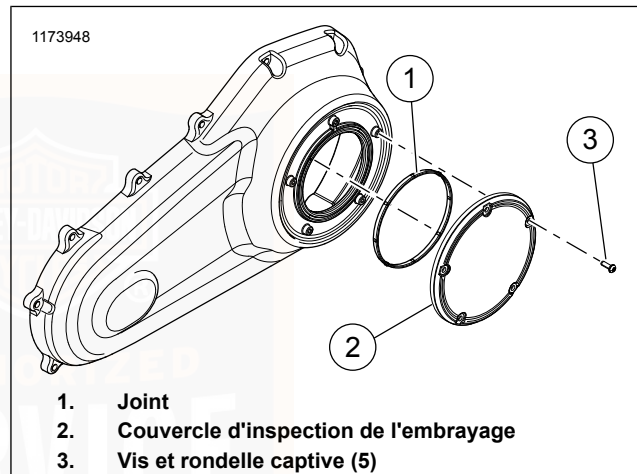
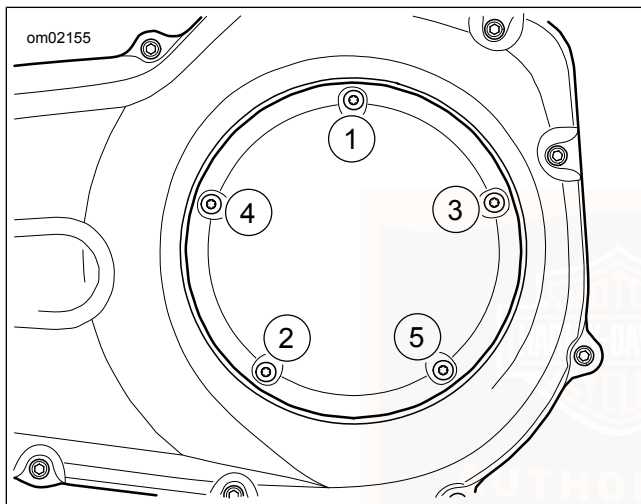

Figure 58. Couvercle d'embrayage (classique)
Figure 59. Séquence de serrage de couvercle d'embrayage
6. Voir Figure 58. Déposer les vis (3) et le couvercle d'inspection de l'embrayage (2).
7. Déposer le joint (1). Dans le couvercle d'inspection, essuyer l'huile du carter de chaîne primaire et de la rainure.
- a. Voir Figure 58. Poser le **nouveau** joint (1) dans la rainure du carter.
- b. Fixer le couvercle d'inspection de l'embrayage avec les vis et les rondelles captives (3).
- c. Voir Figure 59. Serrer dans l'ordre indiqué.